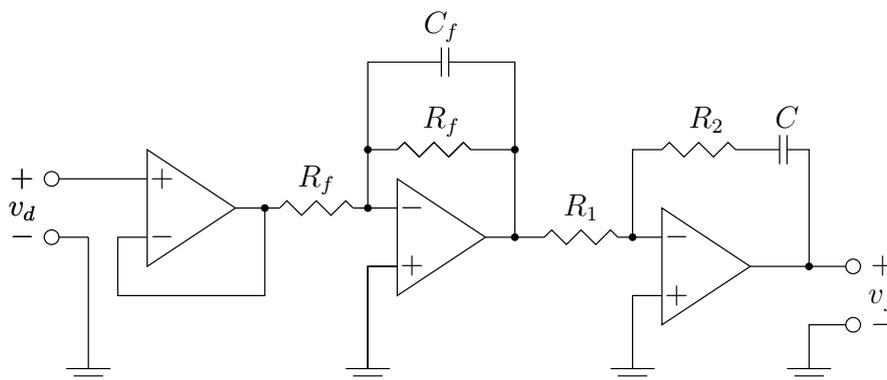

Figura 4
9. Con el propósito de aumentar la atenuación de armónicos de alta frecuencia originados en el detector de fase, se modifica el filtro, agregando un capacitor de capacidad C_f , como se representa en la figura 4.